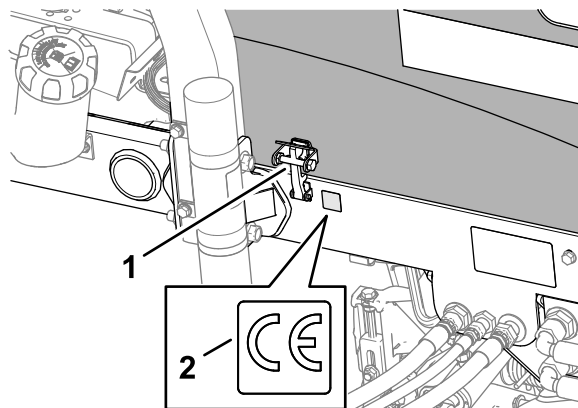

Figure 22
4. Retirez le film protecteur et appliquez l'autocollant CE (réf. 133-8095) sur le cadre, comme montré à la Figure 22.